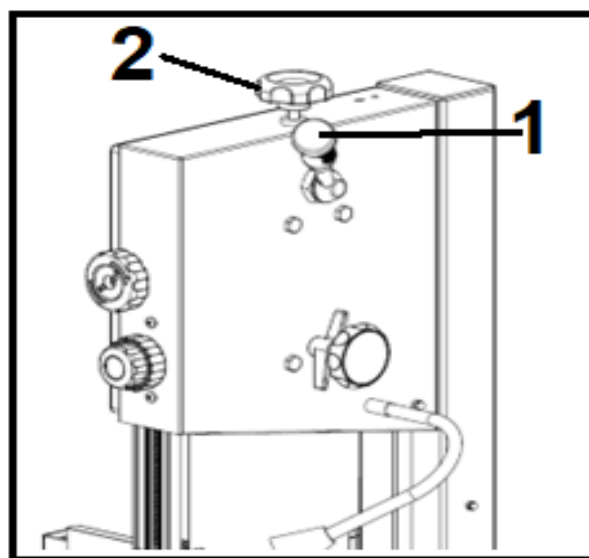

Рисунок 11
- Ослабляйте рычаг быстрого натяжения пильной ленты (1, рис. 11) с задней стороны станка до тех пор, пока лента не ослабнет.
- Затяните пильную ленту, затянув рычаг быстрого натяжения пильной ленты (1, Рис. 11) с задней стороны станка. Осуществите финальную настройку натяжения при помощи ручки натяжения полотна (2, Рис. 11). Поверните ручку по часовой стрелке, чтобы увеличить натяжение, и против часовой стрелки, чтобы уменьшить натяжение.